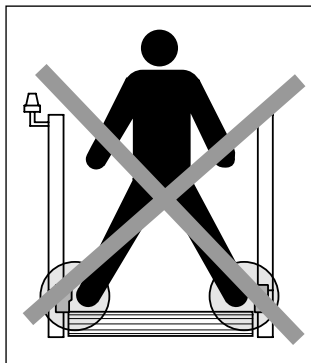

Fig. 1: Los sensores enfrentados no deben poderse activar simultáneamente
2. Los sensores Muting deben estar dispuestos de tal forma que no sea posible activar el muting (inhibición) involuntariamente por una persona (Fig. 1 y 2).